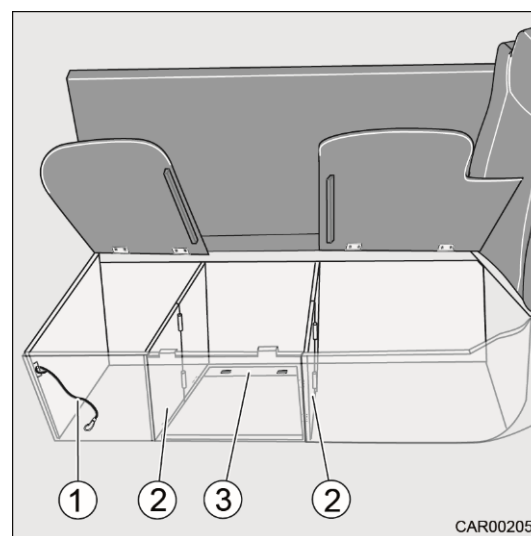

Fig. 27 Transformation du 5e siège
6. Détendre le tendeur élastique (Fig. 27/1) tout en tenant le fond pliant (Fig. 27/3) avec la main.
7. Déplier prudemment le fond pliant (Fig. 27/3), le guider vers le bas et le poser sur l'entretoise.
8. Plier les éléments latéraux (Fig. 27/2) vers le milieu. Ce faisant, introduire les rainures dans les éléments latéraux (Fig. 27/2) dans les tenons du fond pliant (Fig. 27/3).